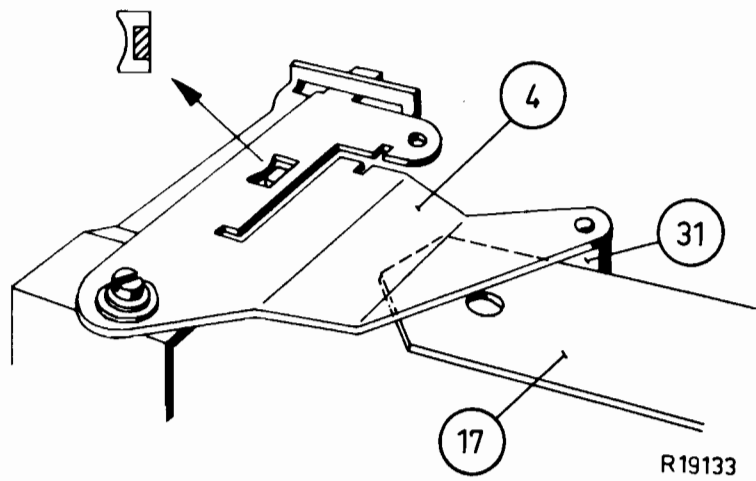

Fig.11
2. In de arretstand moet de nok van de centrumpen 234 geheel naar buiten staan. De staart van de centrumpen moet aanliggen tegen wisselhefboom 4 (zie fig. 11).